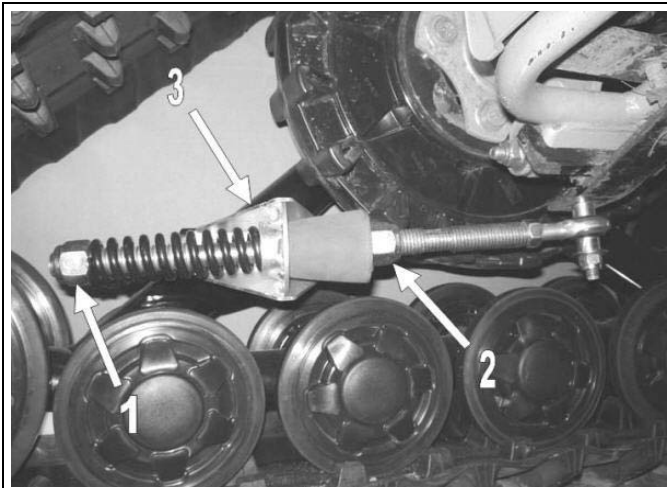

Abbildung 9
- Lösen Sie Überwurfmutter (1), die die Feder der Stabilisierungsstange zusammendrückt (siehe Abbildung 9).
- Drehen Sie Überwurfmutter (2) bis sie sowohl den Gummidämpfer als auch die Halterung (3) berührt. Drücken Sie den Gummidämpfer dann durch Drehen (1 Umdrehung) von Überwurfmutter (2) zusammen.
- Drehen Sie Überwurfmutter (1) bis sie die Feder berührt. Drücken Sie die Feder dann durch Drehen (1,5 Umdrehungen) der Überwurfmutter zusammen.